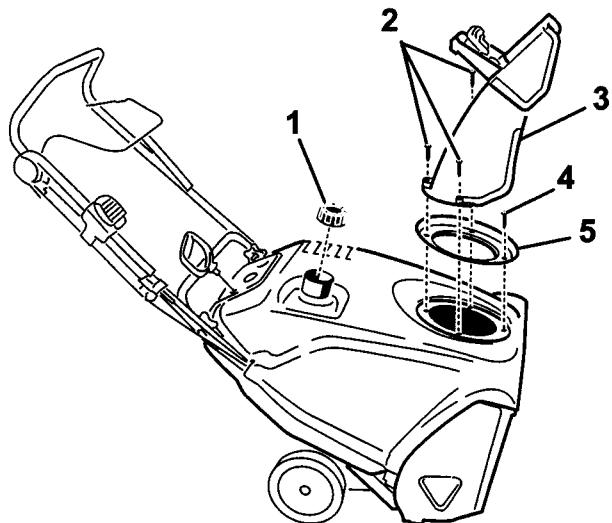

Рисунок 28
3. Снимите желоб и уплотнитель, открутив 3 больших винта и один маленький (Рис. 28)
4. Открутите 4 винта, которые крепят крышку корпуса (Рис. 28)
5. Снимите крышку топливного бака (Рис. 28)